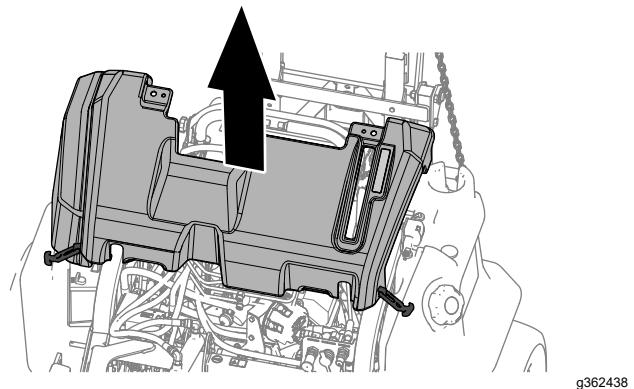

Figure 64
- Soulevez et déposez le capot de la machine (Figure 64).